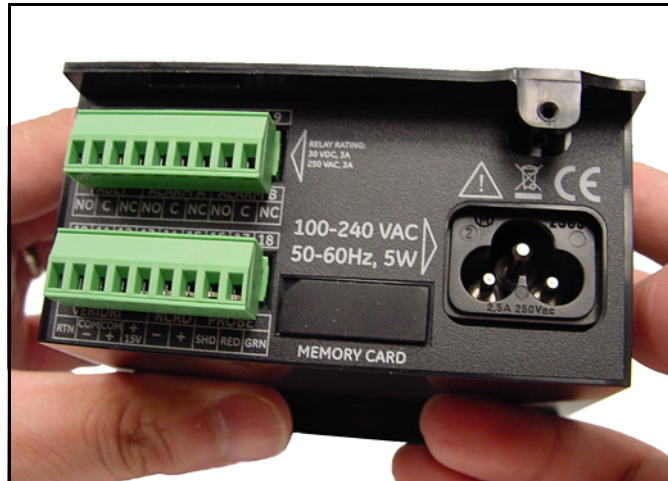

Figure 6: Zurückschieben der Abdeckung
4. Schieben Sie die Abdeckung in Richtung der Rückseite des **dew.IQ** (siehe *Figure 6* unten).